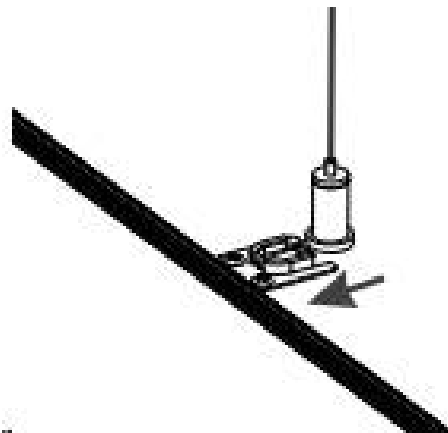

Рисунок 6 - Схема подвешного монтажа светильника (регулируемая длина подвеса)
5.6.5 Открутите 2 самореза с корпуса светильника, теми же саморезами закрепите крепежи из комплекта поставки на корпусе светильника, аналогично закрепите другие 3 крепежа. Вставьте тросовые подвесы в крепежи на корпусе светильника (см. рис. 6).